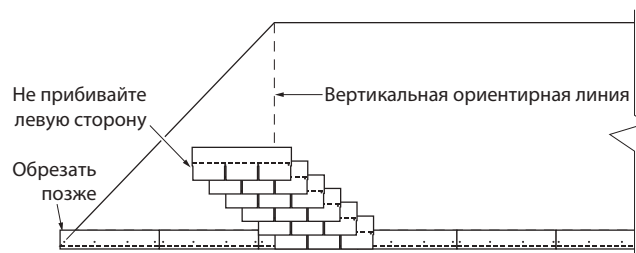

Рис. 9-3. Секция 1-А.
2. Укладывайте первый гонт каждого ряда над первым рядом таким образом, чтобы ориентирная линия перекрывалась внахлёт на необходимую величину, указанную в инструкциях по укладке соответствующего гонта. **НЕ ПРИБИВАЙТЕ** левый край этих гонтов на данном этапе. (В диагональной секции будет всего четыре или шесть рядов, в зависимости от вида укладываемого гонта.) (см. Рис. 9-3).